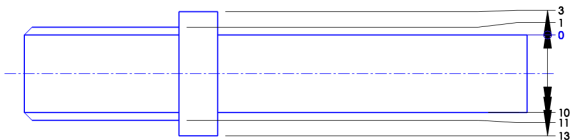

图 3-51 创建尺寸链标注
(4) 在绘图区中的上方的其他水平直线上，依次单击鼠标左键，单击【确定】按钮，即可创建尺寸链标注，效果如图 3-51 所示，退出草图编辑环境。